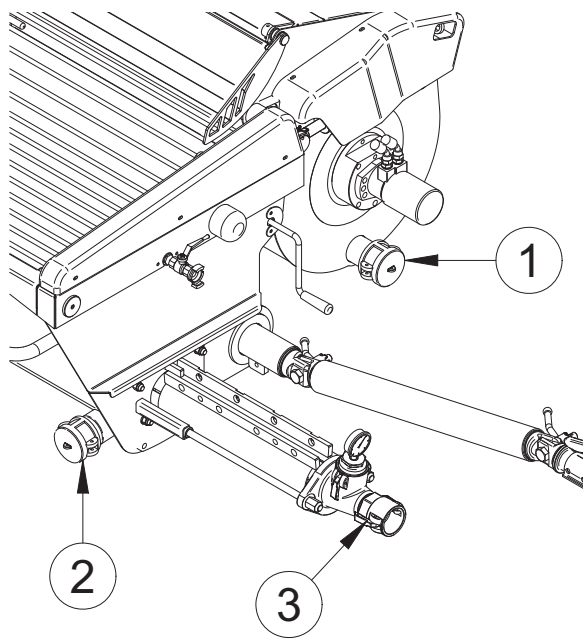

Fig.10
- Vider le malaxeur en ôtant le bouchon (Fig. 10, Rep.1) ou en vidant la trémie.
- Enlever le bouchon de la trémie (Fig. 10, Rep.2).
- Remettre en place le bouchon de la trémie (Fig. 10, Rep.2) et la remplir d'eau.
jusqu'à ce que l'eau sorte propre du collecteur (Fig. 10,